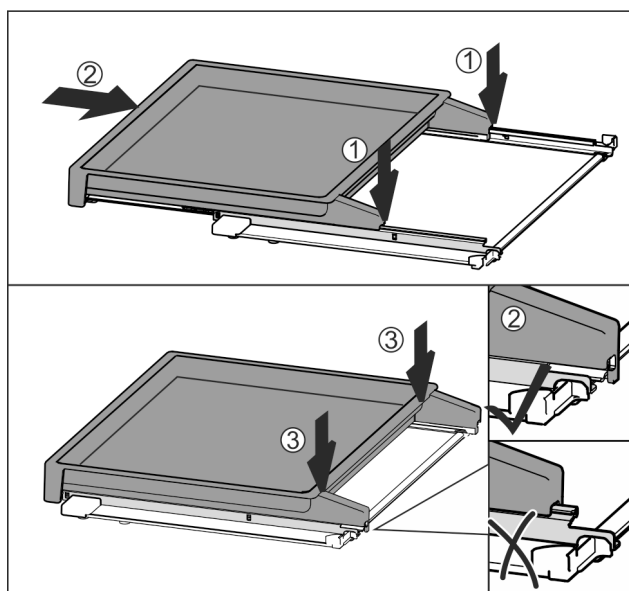

Fig. 79
- Appoggiare centralmente sulle guide Fig. 79 (1).
- Spingere completamente il ripiano estraibile Fig. 79 (2).
- Premere sul lato posteriore fino ad avvertire l'innesto Fig. 79 (3).